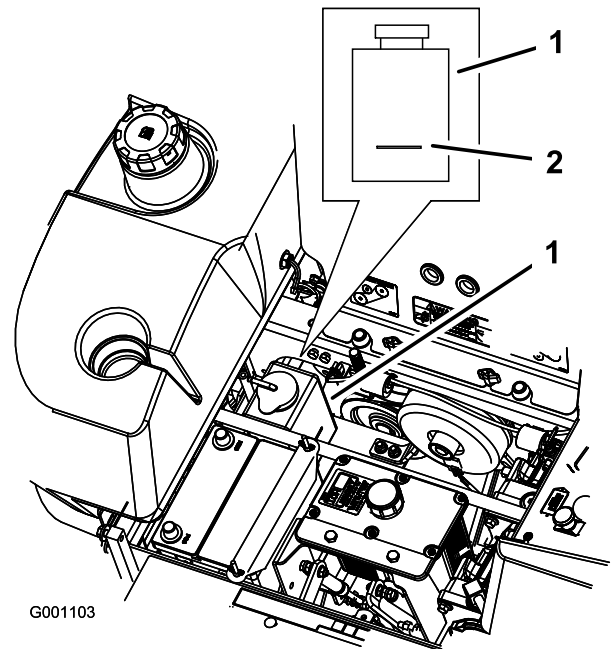

Figure 52
3. Lorsque le moteur est froid, vérifiez le niveau de liquide dans le vase d'expansion. Le liquide doit atteindre la bosse à l'extérieur du vase d'expansion (Figure 52).
4. Si le niveau de liquide est insuffisant, versez un mélange 50/50 dantigel longue durée/Dex-Cool® et eau dans le vase d'expansion (Figure 52).
5. Versez une quantité suffisante de mélange 50/50 dans le vase d'expansion pour atteindre le trait de repère (Figure 52).